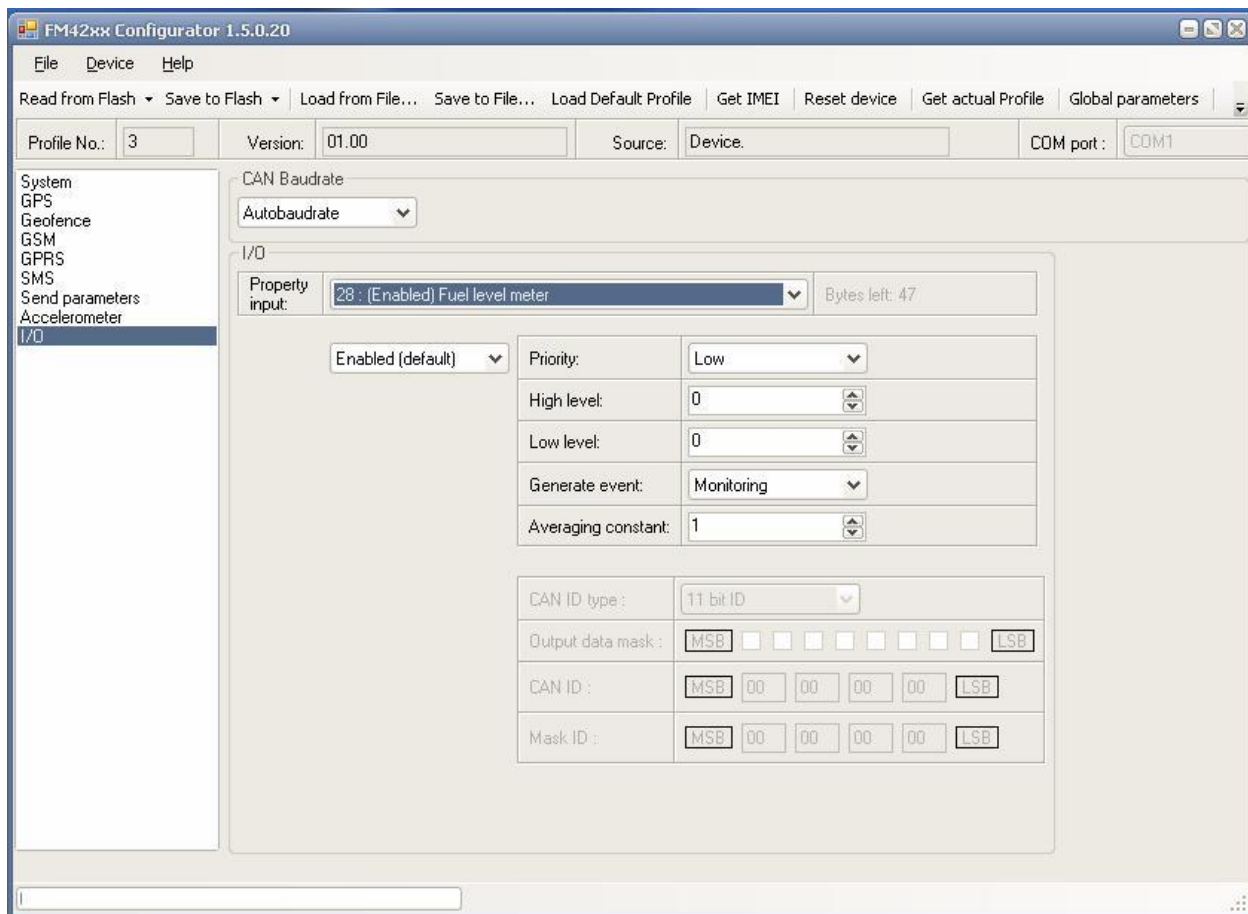

Рисунок 1
- 3.1. Терминал регистрируется на сервере специалистами техподдержки Телтоники. Терминал настраивается с помощью сервисной программы FM4XXX Configurator. Подключение датчиков в сервисной программе FM4XXX Configurator (Рис.1):